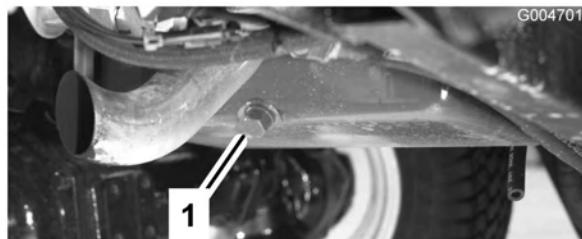

Bild 50
1. Entfernen Sie eine der Ablässschrauben (Bild 50) und lassen Sie das Öl in die Auffangwanne ab. Schrauben Sie die Ablässschraube wieder ein, nachdem das Öl abgelaufen ist.